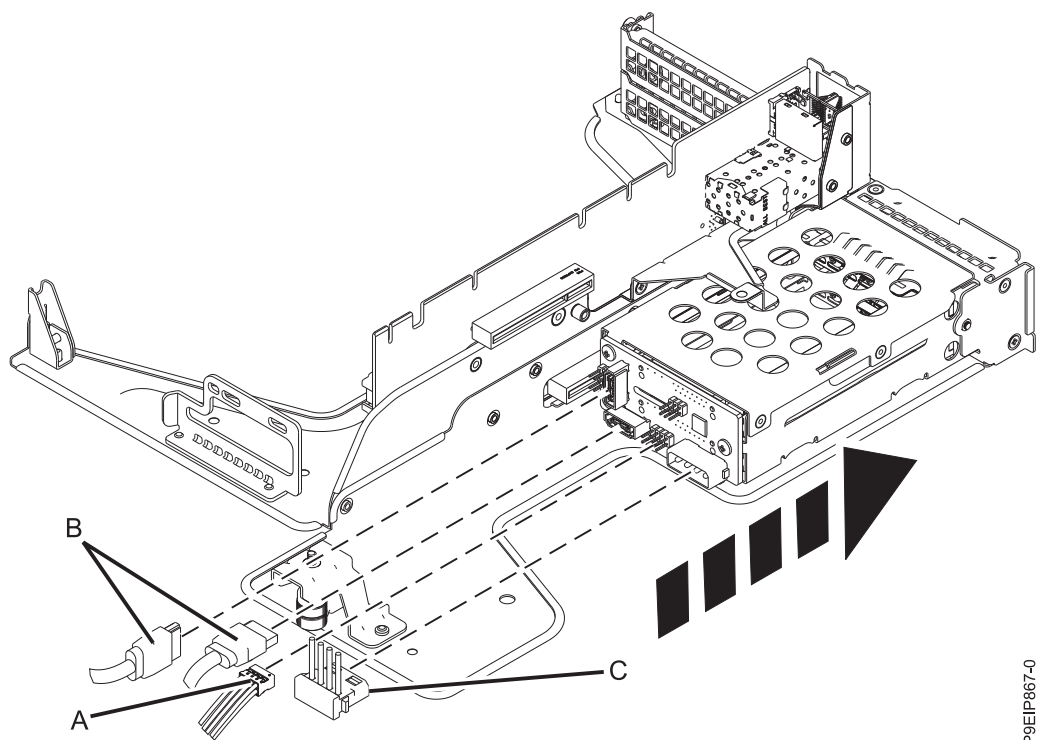

Figura 28. Conectando os cabos de sinal e os cabos de energia da unidade no painel traseiro da unidade de disco
5. Substitua os cabos de sinal da unidade **(A)** e **(B)** na parte traseira do painel traseiro da unidade de disco, conforme mostrado na Figura 28. Substitua o cabo de energia da unidade **(C)** no painel traseiro da unidade de disco.